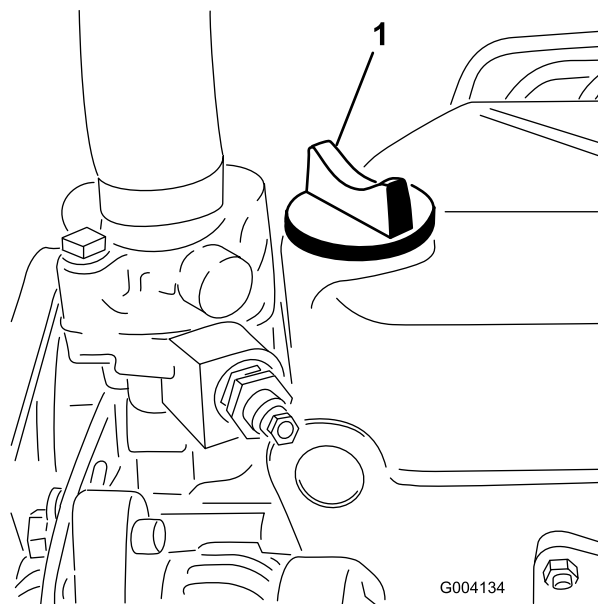

Figura 33
5. Se o nível de óleo se encontrar abaixo da marca Full (Cheio) da vareta, retire a tampa de enchimento (Figura 33) e adicione óleo até que o nível atinja a marca Full.